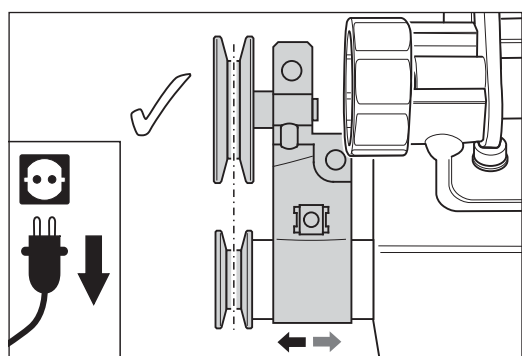
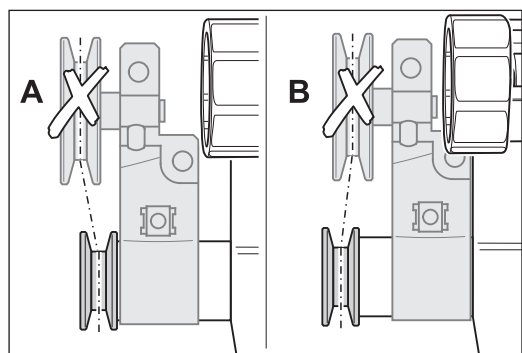

Abb. 64 Die Keilriemeneinstiche von Riemenspannerrolle und Ventilatorachse müssen zueinander fluchten! Riemenspanner entsprechend verschieben.
Abb. 65 Position A und B des Riemenstellers vermeiden! Ansonsten erhöhter Verschleiß von Riemenspannerrolle, Ventilatorachse und Keilriemen!
**Die Keilriemeneinstiche der Ventilatorachse und der Riemenspannerrolle müssen zueinander fluchten! Der Riemenspanner kann entsprechend verschoben werden (Abb. 64)! Fluchten diese Einstiche nicht zueinander (Abb. 65), erhöht sich der Verschleiß von Ventilatorachse, Riemenspannerrolle und Keilriemen erheblich! Diese Teile müssen dann wesentlich öfter ausgetauscht werden!**